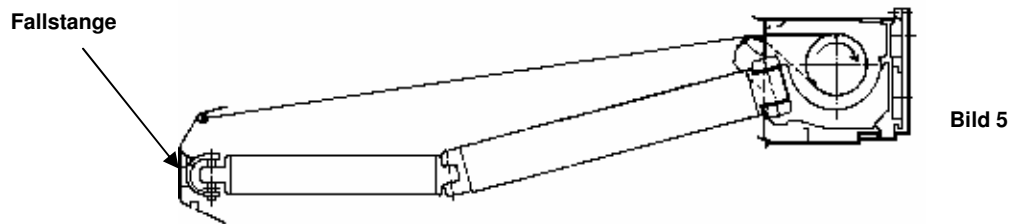

Bild 5
6. Die Fallstange senkrecht drehen (**Bild 5**) und in dieser Position durch Anziehen der Muttern fixieren. Dabei ist darauf zu achten, dass die Fallstangenhalter nicht seitlich verschoben werden (mit Hilfe der vorher gemachten Markierungen).
9. Das Kurbelgetriebe der Markise hat keine Anschlagbegrenzung der Tuchwellenumdrehung. Um eine Beschädigung des Tuches zu vermeiden, ist darauf zu achten, dass das Tuch immer gemäß **Bild 5, von oben herum**, aufgewickelt wird.